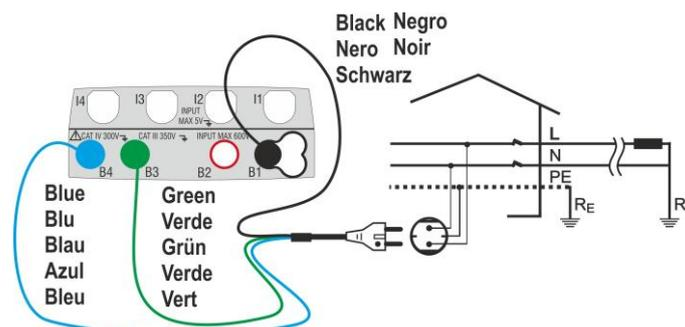
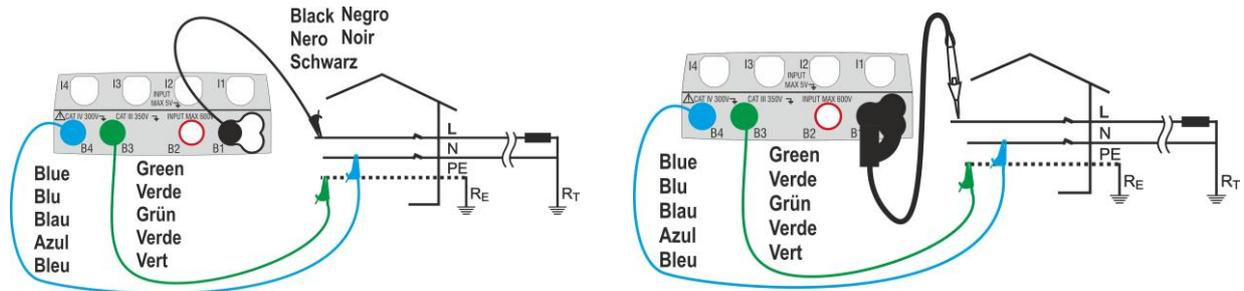
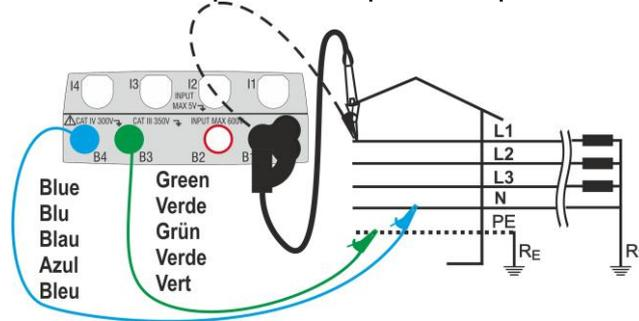
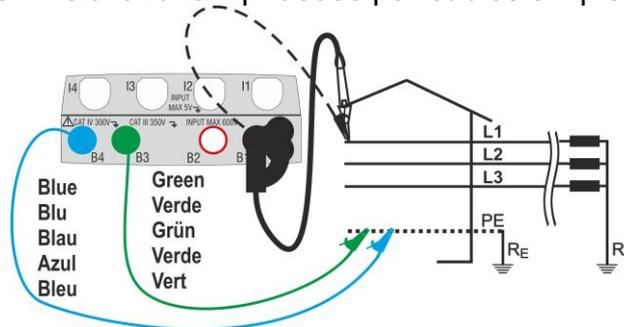

Fig. 17 : Mesure L-N/L-PE en installations monophasées par fiche shuko
Fig. 18 : Mesure L-N/L-PE en monophasées/biphasées par câbles et embout à distance
Fig. 19 : Mesure L-N/L-PE en installation triphasée par câbles simples et embout à distance
Fig. 21 : Mesure L-PE/L-N en installations triphasées (sans N) par câbles simples et embout à distance
4. Connecter la fiche shuko, les crocodiles ou l'embout à distance au réseau électrique comme d'après les Fig. 17, Fig. 18, Fig. 19 et Fig. 21.
4. Déconnecter, lorsque cela est possible, toutes les charges connectées en aval du point de mesure car l'impédance des utilisateurs ci-dessus pourrait influencer les résultats de l'essai. Connecter la fiche shuko, les crocodiles ou l'embout à distance au réseau électrique comme d'après les Fig. 17, Fig. 18, Fig. 19 et Fig. 21 le point le plus près possible de la protection en cours d'examen